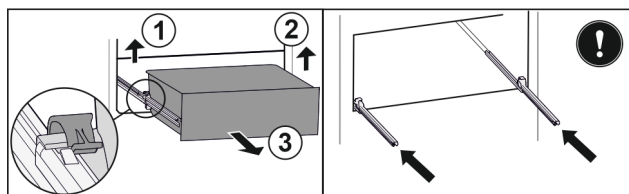

Fig. 69
- ▶ Levante la brida izquierda y, simultáneamente, tire de la parte izquierda del cajón hacia delante. Fig. 69 (1)
- ▶ Levante la brida derecha y, simultáneamente, tire de la parte derecha del cajón hacia delante. Fig. 69 (2)
- ▶ Extraiga el cajón hacia delante. Fig. 69 (3)